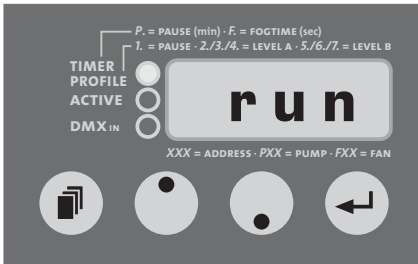

Fig. 8: Exécution du profil
- Pressez la touche Mode [14], jusqu'à ce que „run” s'inscrive sur l'afficheur (fig. 8). Appuyez ensuite sur la touche Entrée [16] pour démarrer le profil que vous venez de programmer. Le voyant Timer/Profile [20] clignote. Le voyant vert